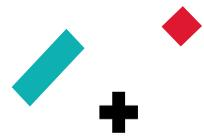

Рис. 2. Характеристики сигналов универсальных каналов тестера FORMULA® HF Ultra на частоте функционального контроля 550 МГц
- характеристики сигналов универсальных каналов тестера (рис. 2) полностью соответствуют ультравысокой частоте функционального контроля 550 МГц;